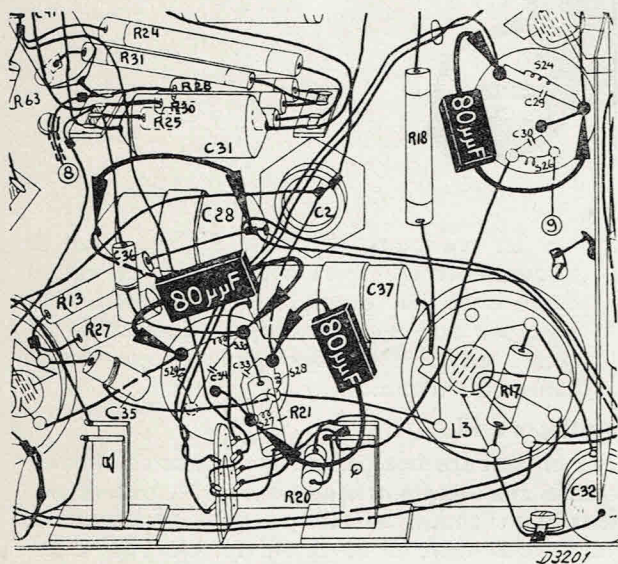
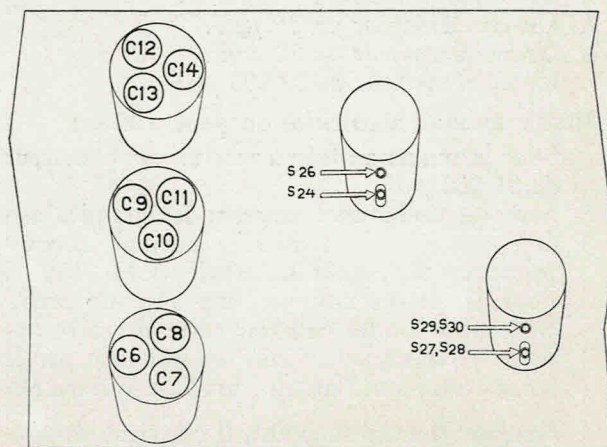

Fig. 2
Fig. 4
2. Fixer le régulateur du volume sonore sur la position maximum. Débrancher le réglage automatique du volume sonore en court-circuitant C28 (voir figure 2).
5. Désaccorder le troisième circuit moyenne fréquence au moyen d'un condensateur de  $80 \mu\text{F}$  en parallèle avec S27 + S28 et mettre au point les bobines S29, S30 du quatrième circuit moyenne-fréquence. (Figure 4.)
6. Désaccorder le quatrième circuit moyenne fréquence à l'aide d'un condensateur de  $80 \mu\text{F}$  en parallèle avec S30 (figure 2) et mettre au point les bobines S27, S28 du troisième circuit moyenne fréquence (figure 4).
7. Désaccorder le premier circuit moyenne fréquence à l'aide d'un condensateur de  $80 \mu\text{F}$  en parallèle avec S24 et mettre au point la bobine S26 du deuxième circuit moyenne fréquence (figure 4).
8. Désaccorder le deuxième circuit moyenne fréquence à l'aide d'un condensateur de  $80 \mu\text{F}$  entre la grille de commande de L3 (sommet) et le châssis et mettre au point la bobine S24 du premier circuit moyenne fréquence (fig. 4)
8. Court-circuiter l'oscillateur en montant un petit conducteur en parallèle avec C5 (Figure 4.)
7. Court-circuiter l'oscillateur en montant un petit conducteur en parallèle avec C5 (fig. 4.)